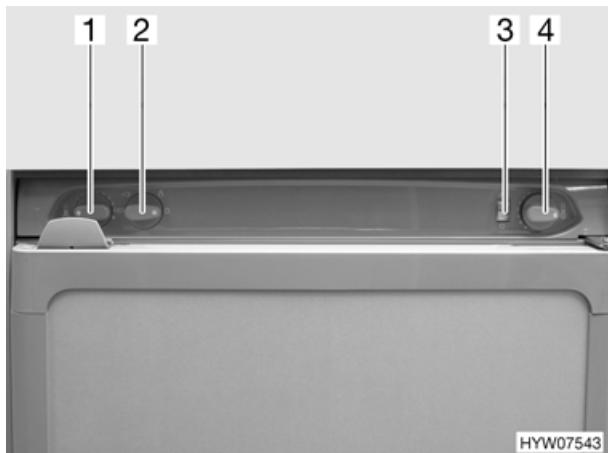

Fig. 66 Elementi di comando del frigorifero (variante 2)
- Posizionare il selettori di energia (Fig. 66,2) su gas .
- Spostare il pomello girevole (Fig. 66,4) in posizione 5, premerlo e mantenerlo premuto. L'alimentazione di gas è ora aperta. L'accensione avviene automaticamente. È udibile un ticchettio fino a quando procedura di accensione non è stata portata a termine.
- Mantenere premuto il pomello girevole finché l'indicatore di fiamma (Fig. 66,3) non diventa verde e poi rilasciarlo. Quando la fiamma si spegne, l'apparecchio di accensione ripete automaticamente il procedimento di accensione.
- Impostare la temperatura di refrigerazione con il pomello girevole (Fig. 66,4).
- Posizionare il selettori di energia (Fig. 66,2) su "O". Il frigorifero è spento.
- Posizionare il selettore di energia (Fig. 66,2) sull'alimentazione a 230 V .
- Impostare la temperatura di refrigerazione con il pomello girevole (Fig. 66,1).
- Posizionare il selettore di energia (Fig. 66,2) sull'alimentazione a 12 V .